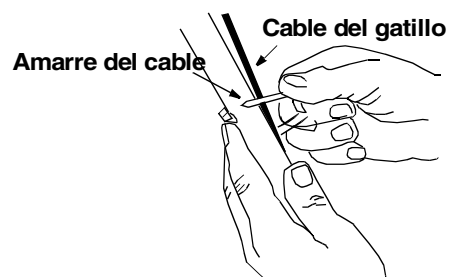

Figura 13
- Asegure el cable del gatillo de giro a la derecha al mango derecho inferior, usando el amarre de cable provisto en el conjunto de ferretería. Vea la Figura 13.